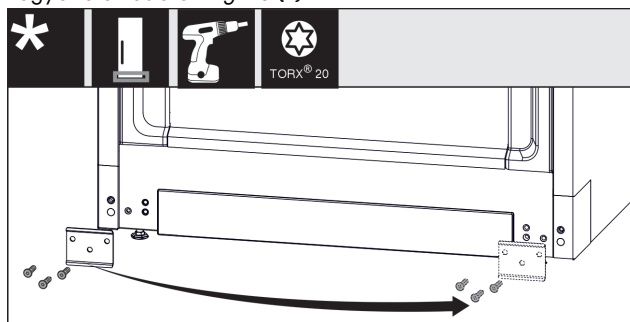

Fig. 14
- ▶ Csavarozza le a lemezt Fig. 14 (1), helyezze át a másik oldalra, és ismét csavarozza fel.